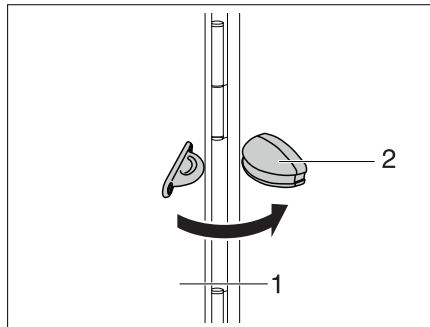

Bild 56 Feststeller Außenklappe
- Die Außenklappe (Bild 56,1) öffnen und gegen die Wand des Fahrzeugs klappen.
- Die Außenklappe in den Feststeller (Bild 56,2) drücken.
- Die Außenklappe (Bild 56,1) mit einem kräftigen Zug aus dem Feststeller (Bild 56,2) ziehen.